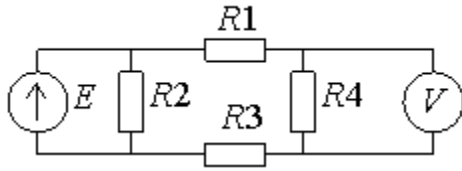

Рис. 1
51.Выразите абсолютную погрешность взаимодействия для представленной ниже схемы(рис. 1) через сопротивления резисторов R_1, R_2, R_3, R_4 , показание вольтметра U и его входное сопротивление R_V .